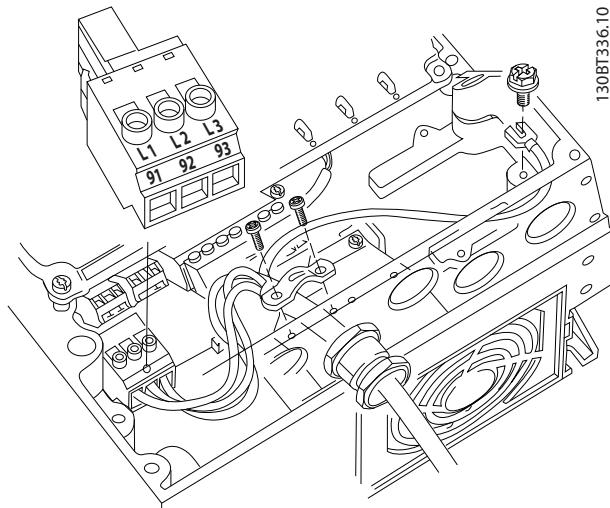

图 4.9 连接到交流主电源
- 将三相交流输入电源线路连接到端子 L1、L2 和 L3 上（请参阅 图 4.9）。